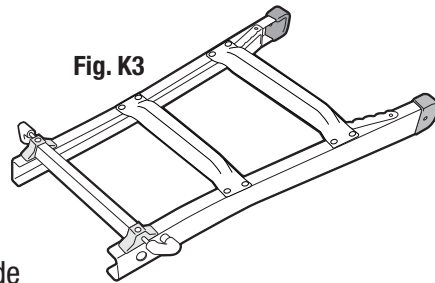

Fig. K3
3. En utilisant les unités extérieures de l'échelle séparées, placez une unité à plat sur le sol avec les échelons orientés vers le haut. (Fig. K3).